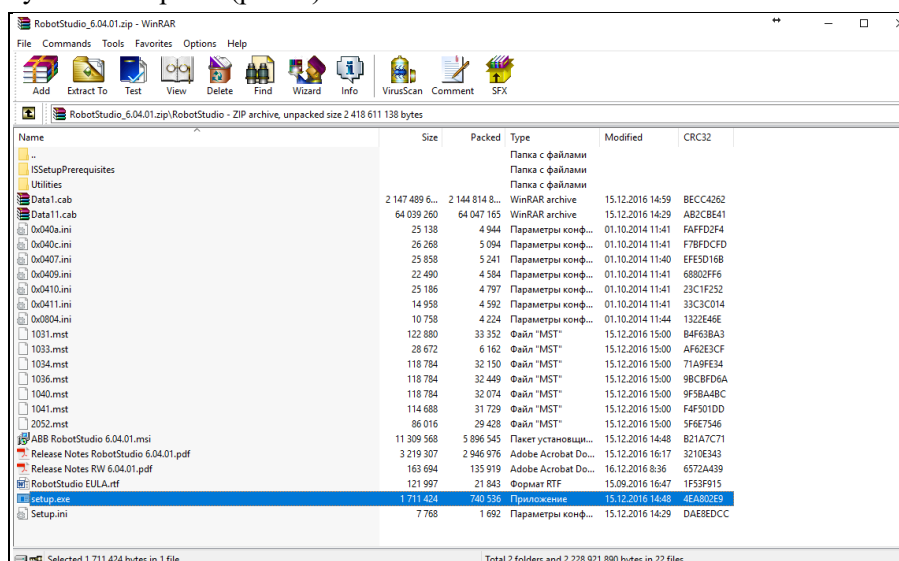

Рис. 2. Папка с инсталлятором программы
1. Запустите setup.exe (рис. 2).